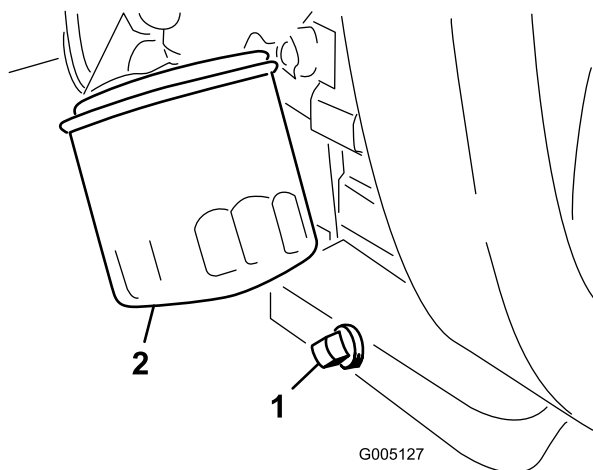

Figure 43
- Retirez le bouchon de vidange (Figure 43) et laissez couler l'huile dans un bac de vidange. Remettez le bouchon quand la vidange est terminée.
- Déposez le filtre à huile (Figure 43). Appliquez une fine couche d'huile sur le joint du filtre de rechange.